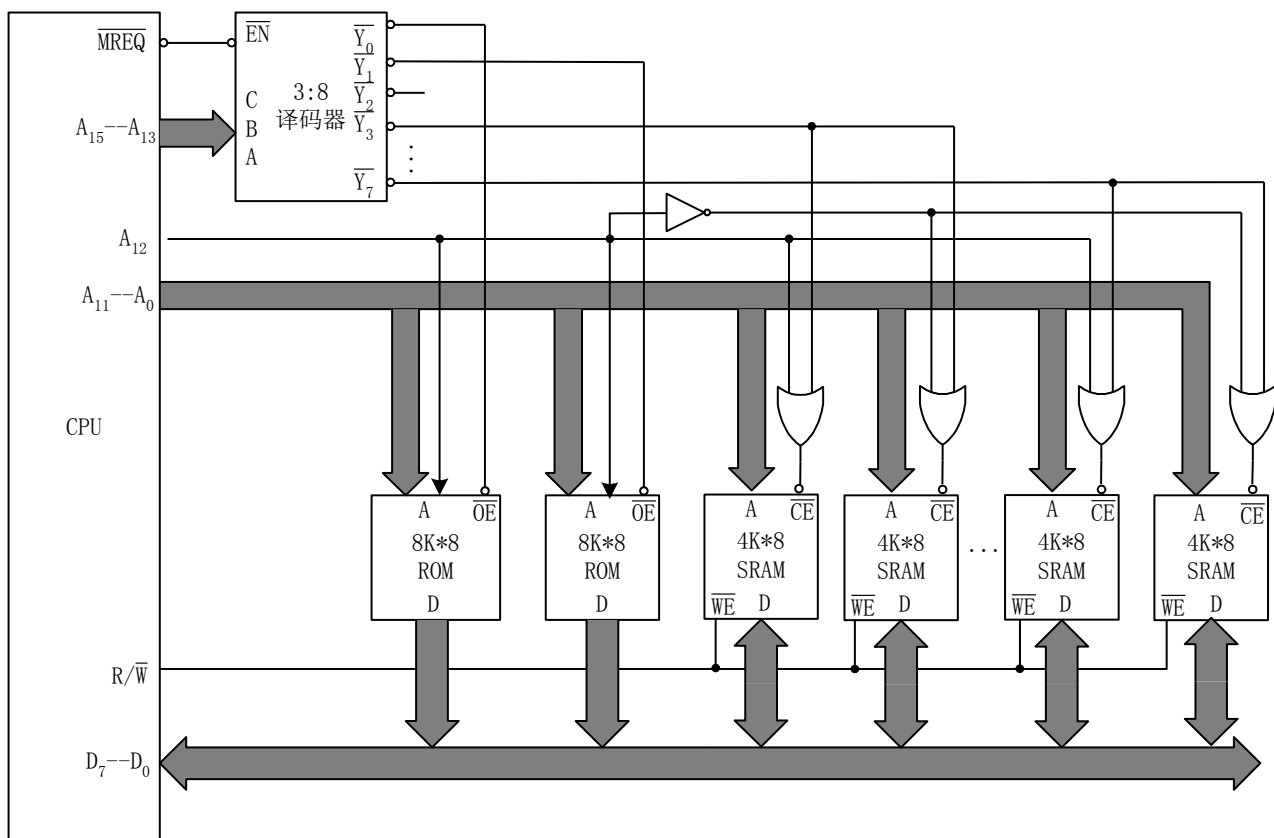

图 5-28 主存储器与 CPU 连接-3
(3) 16KB 的 ROM 存储区域可以用 2 片 $8K \times 8$ 位的 ROM 芯片实现，40KB 的 RAM 区域可用 10 片 $4K \times 8$ 位的 RAM 芯片实现。 $8K \times 8$ 位的 ROM 芯片的地址线需要 13 条，即 $A_{12} \sim A_0$ ， $4K \times 8$ 的 RAM 芯片的地址线需要 12 条，即 $A_{11} \sim A_0$ ，16 条地址线的其余高 4 位中的最高 3 位采用与上题相同的地址译码方案，输出信号分别选择两片 4KB 的 RAM 存储器芯片，再用高 4 位中的 A_{12} 选择这两片的两个 RAM 芯片之一，如图 5-28 所示。